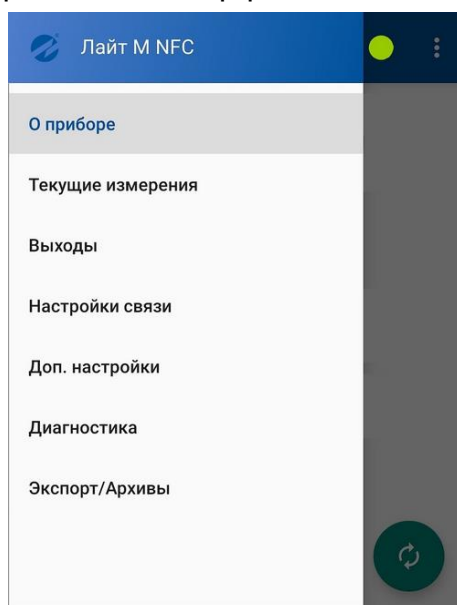

Рис.27. Вид главного окна приложения «Лайт М NFC».
4.2.2.1. После запуска приложения «Лайт М NFC» открывается его главное окно (рис.27), содержащее набор элементов, характерных для приложений с графическим интерфейсом.